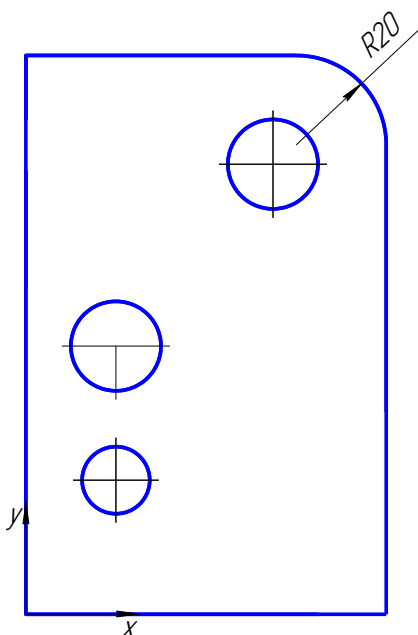

Рис. 2
6. Строим скругление правого верхнего угла прямоугольной пластины (рис. 2). Выделите построенный прямоугольник, нажмите правую кнопку мыши, выберите команду **Разрушить**. Теперь прямоугольник воспринимается как набор отрезков, и можно выполнять скругление. Чтобы построить